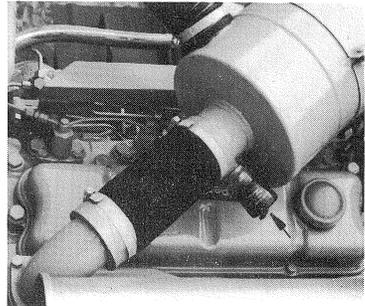

Bild 51
- Vor dem Einbau der Filterpatrone Dichtungen auf Beschädigungen prüfen und Auslöseknopf des Unterdruckanzeigers (Bild 51/ Pfeil) eindrücken, das rote "Servicefeld" wird transparent.